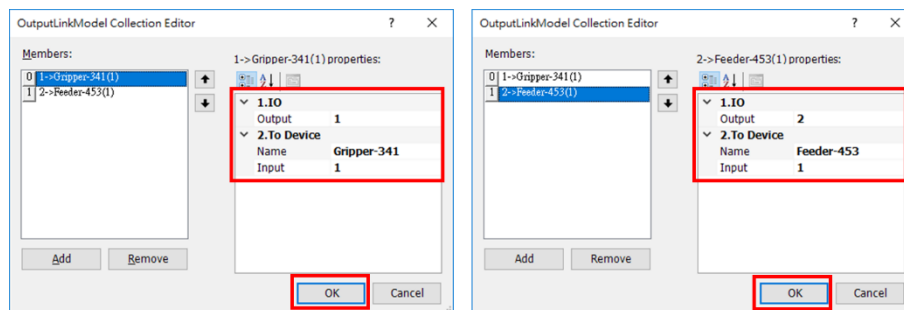

Figure 56. Output 連線設定
(2) 點擊[Add]新增連接的設備，如 Figure 56 所示；[Remove] 移除連接的設備